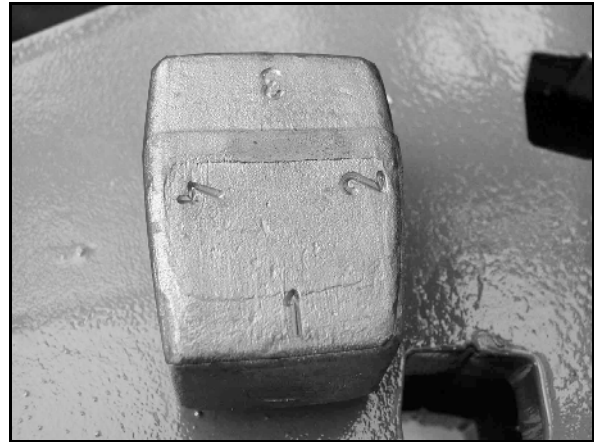

Рис. 29
Точная регулировка производится поворотом эксцентрикового пальца (Рис. 29) из позиции 1 в позицию 4.
4. Поверните эксцентриковый палец (Рис. 29).